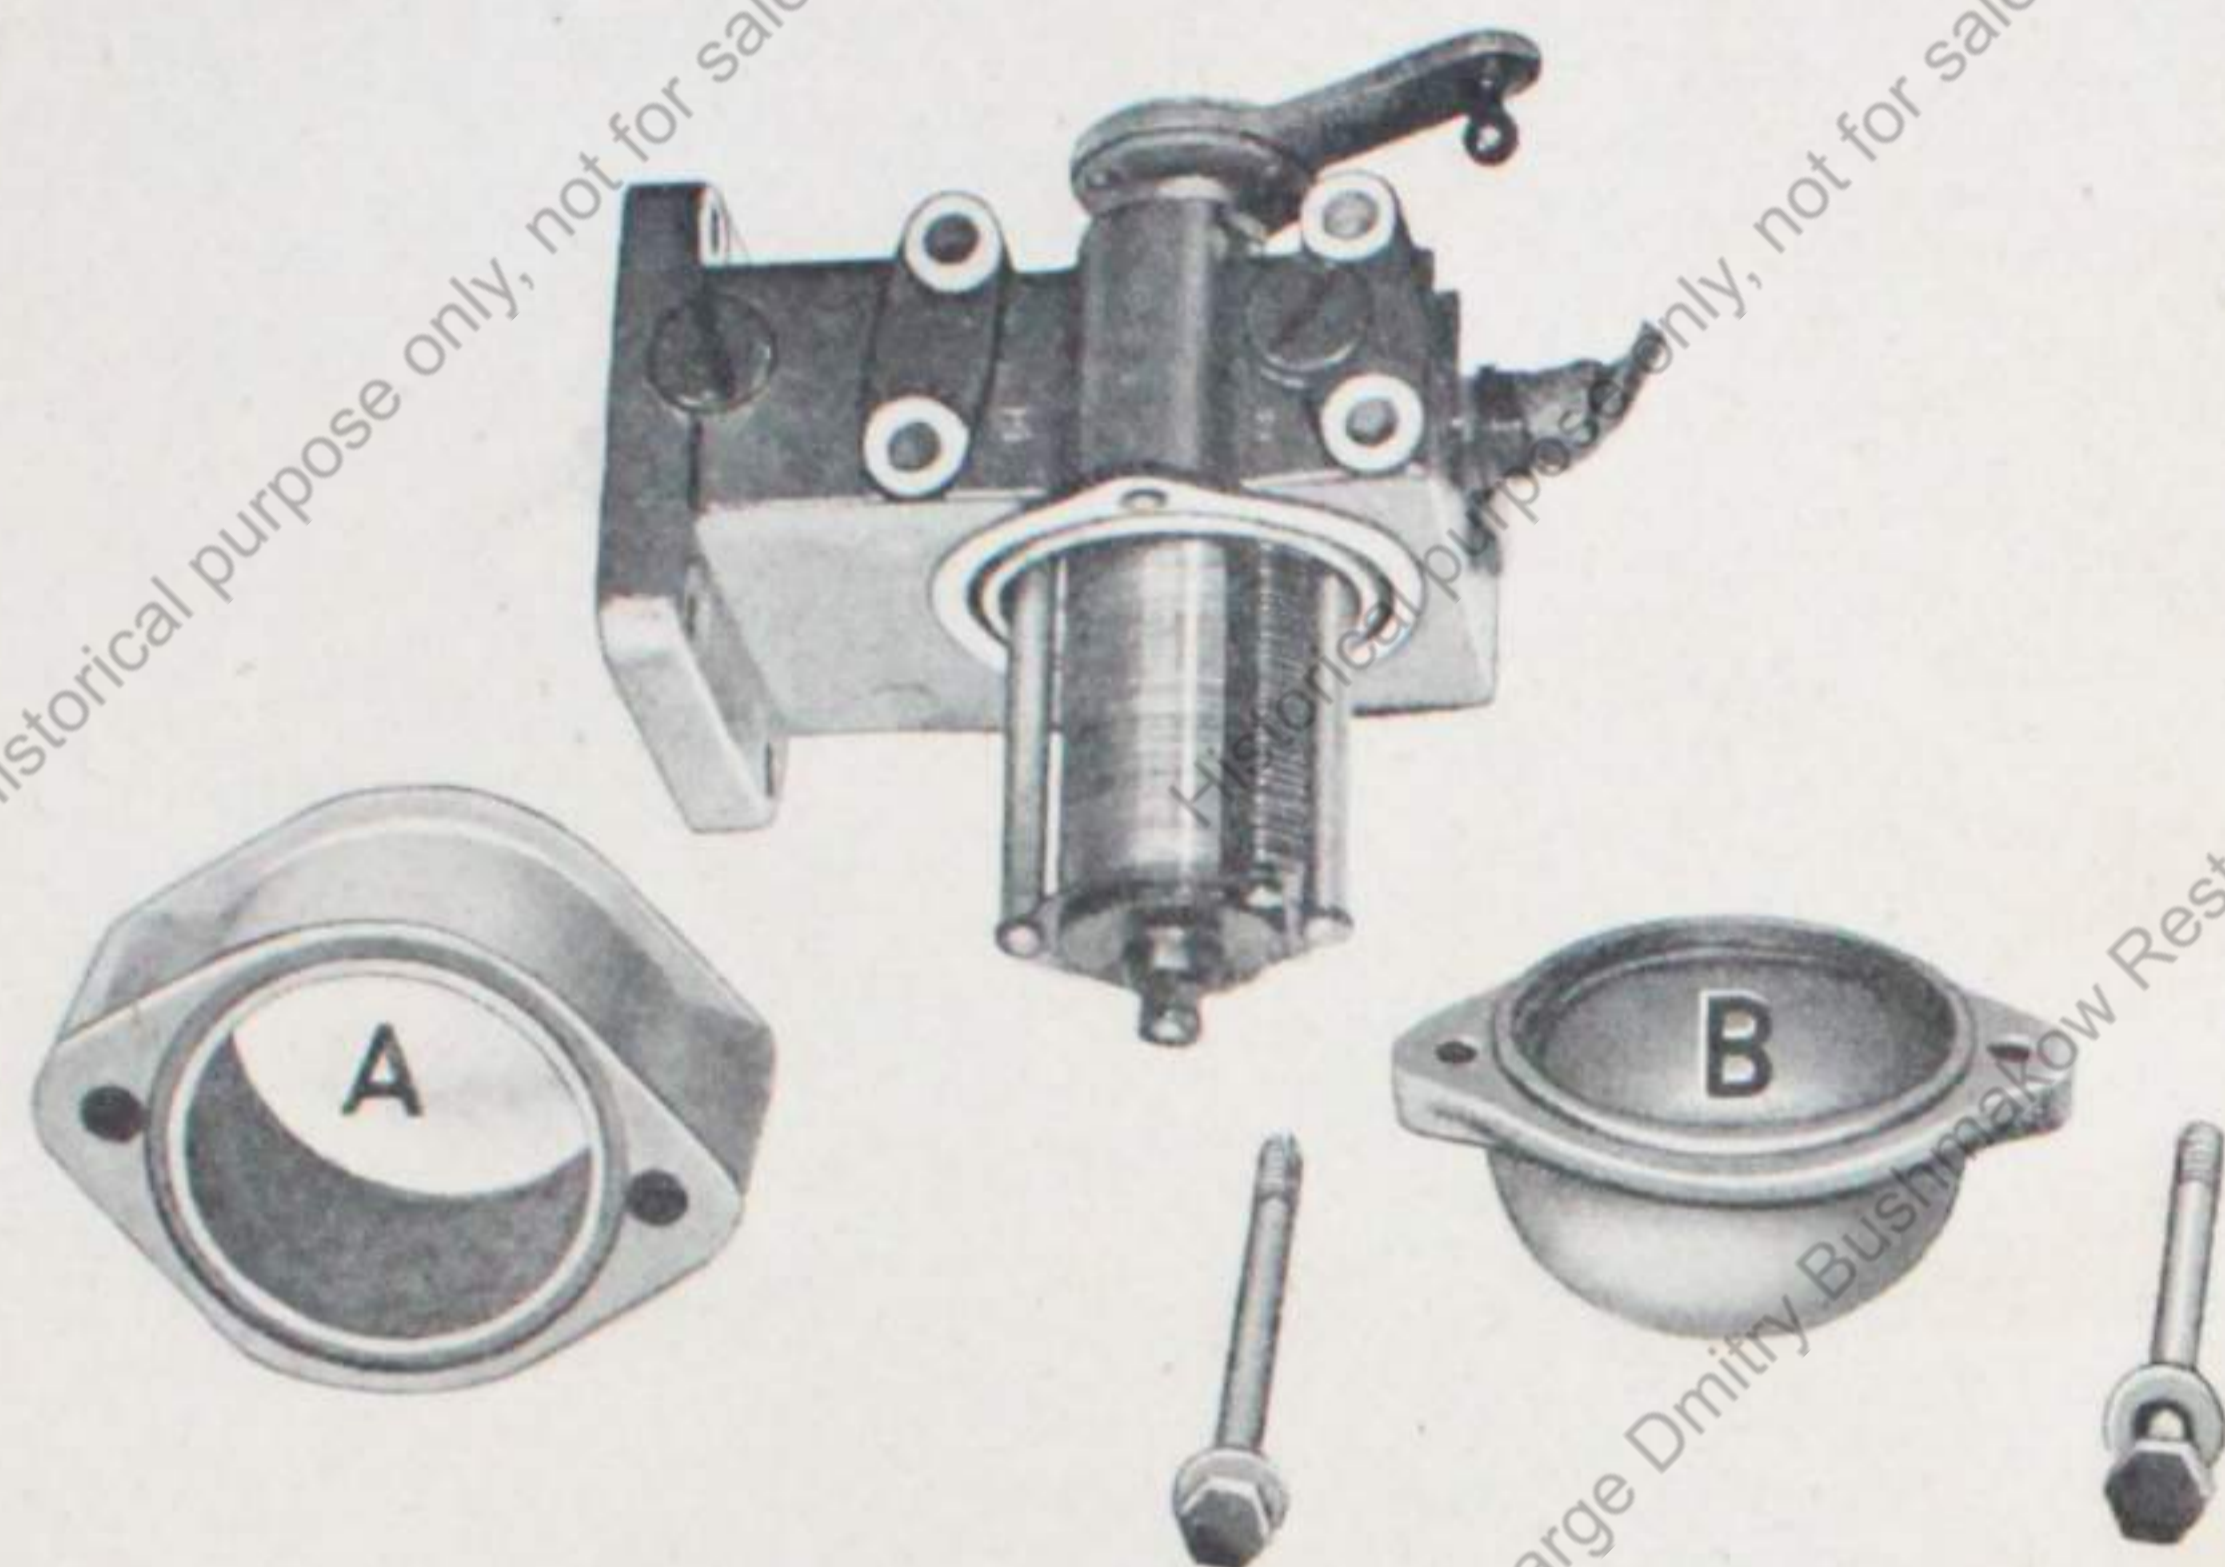

Bild 21
Abnahme des **Schlammbechers** siehe D 672/10. Die Zweiteilung des Bechers (A und B im Bild 21) erleichtert die Abnahme. — **Filter-Ausbau:**
2. Ölfilter vom Zylinder-Kurbelgehäuse trennen (Bild 21)